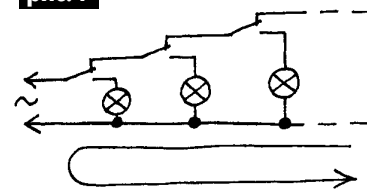

рис.5
6. Маршрутное освещение в складах, шахтах, туристических пещерах, винных погребах и пр. можно реализовать по схеме, показанной на рис.5. При данной коммутации все лампы включаются индивидуальными выключателями. Ранее включенные лампы гаснут автоматически при каждом новом включении. Количество ламп и выключателей не ограничено. Маршрут дви-